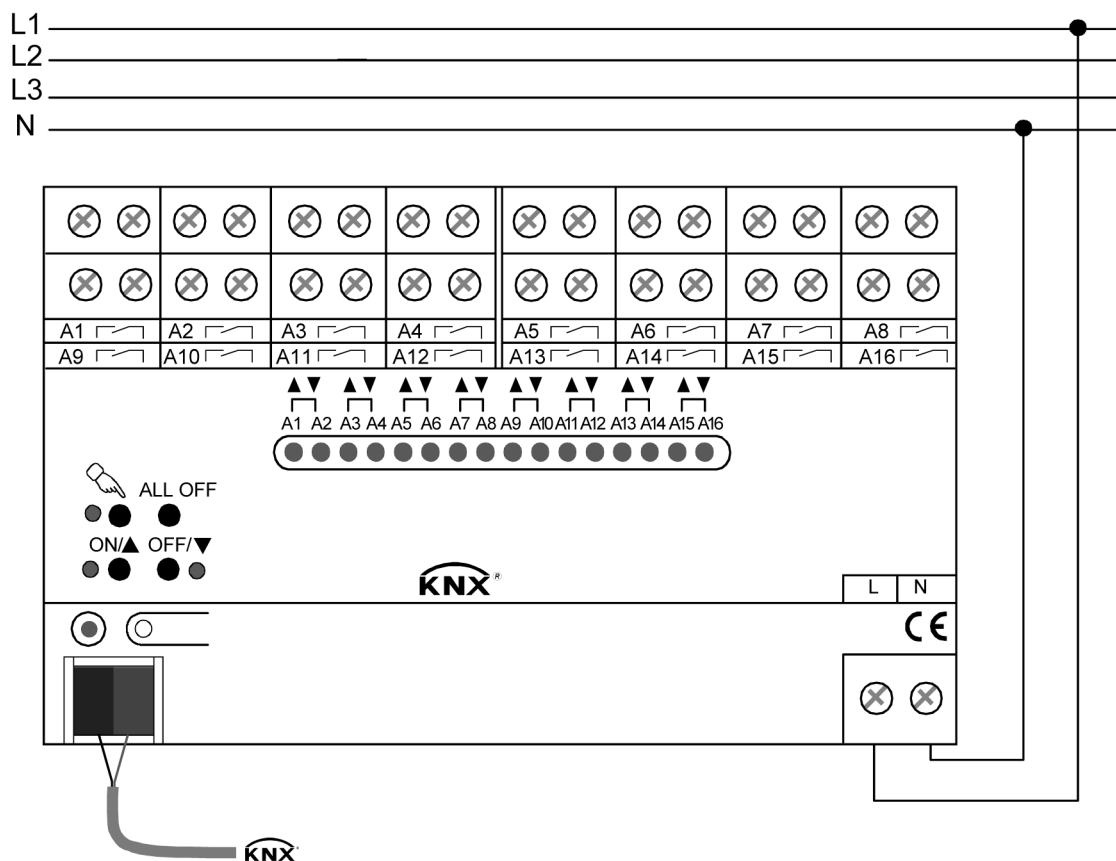

Figura 4: Conexión eléctrica de la tensión de red
- La conexión de bus (terminales de bus estándar) y la conexión de alimentación de red se deben realizar según la (figura 4) (ejemplo de conexión).